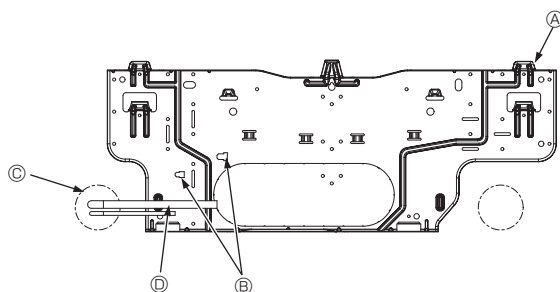

Fig. 3-5
- D Крепежные винты (4 × 25) ②
- F Монтажная плита ①
3.3. Встраивание труб в стены (Fig. 3-5)
- A Монтажная плита ①